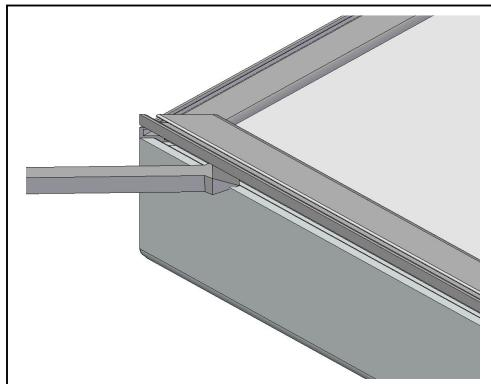

Fig.5
4. Tramite l'utilizzo di uno scalpello da legno togliere il profilo porta guarnizione perimetrale.(fig.5)